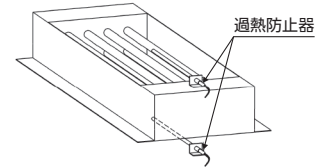

図 2-9 ドライモジュール本体
- ・ 上下に過熱防止器を設置しております。(図 2-9 参照)